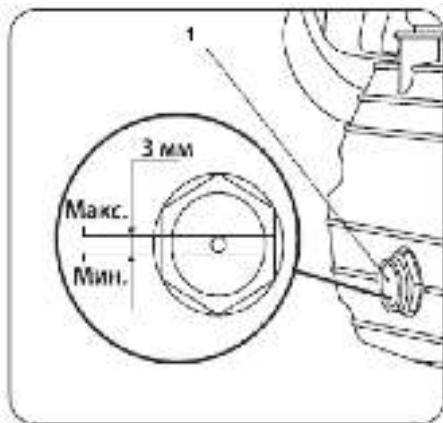

Рис. 3
4. Компрессор поставляется заправленный компрессорным маслом. Проверьте уровень масла в картере, при необходимости долейте масло в картер (см. пункт «Замена масла») до максимального уровня (до красной отметки) в смотровом окне 1 (Рис. 3).